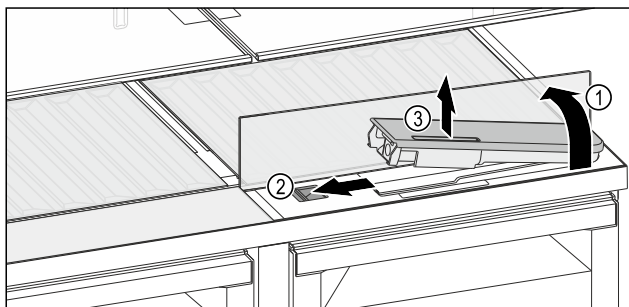

Fig. 144
- Soulever la tablette et la rabattre vers l'arrière jusqu'à la butée Fig. 144 (1).
- Pousser le curseur Fig. 144 (2) vers la gauche.
- Sortir le filtre à eau Fig. 144 (3).